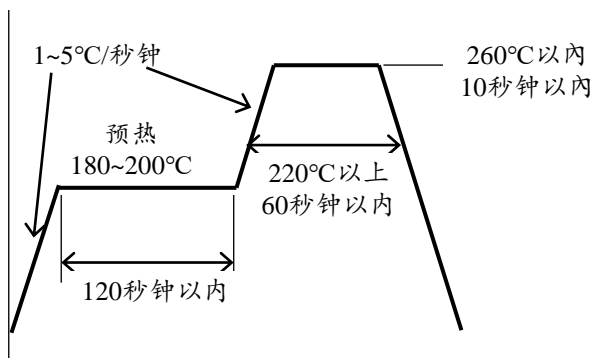

图9. 回流焊条件（日亚推荐）
- 2) 关于回流焊温度曲线，应该在参考图9基础上，根据使用的焊料进行设定。